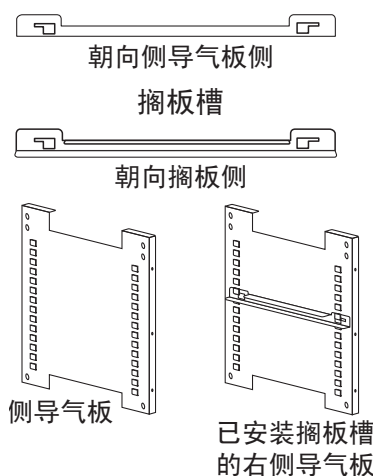

图 1-11. 搁板槽和侧导气板
2. 将侧导气板安装到培养室内，注意让挂片朝向培养室中央，让挂槽朝上。侧导气板不分左右，只要将其中一块旋转一下即可安装在对侧。在安装过程中，请稍微倾斜一下导气板，以使导气板上滑入顶部导气板中，然后再将它们调整到垂直位。图 1-11 显示了一块侧导气板，按照图中显示的方向，它应该安装在培养室右侧。
3. 参阅图 1-11。请注意，搁板槽不分左右侧。
5. 图 1-11 显示了一个安装在右侧导气板上的搁板槽。